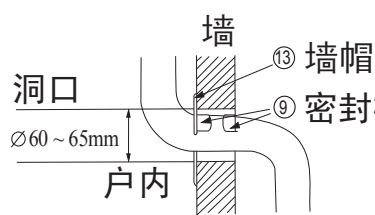
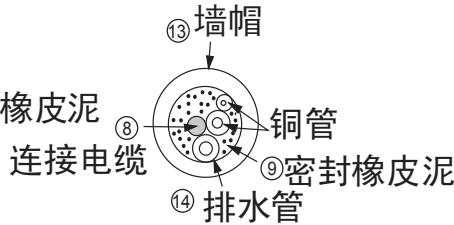

图 43
图 44
- 2 用附件 ⑬ 墙帽及附件 ⑨ 密封橡皮泥来整理墙上的洞，如图43、图44。